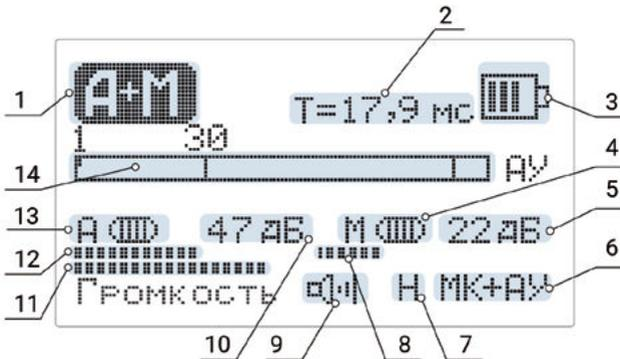

Рисунок 10 – Основной экран канала «А+М»
4.8.1 Основной экран канала «А+М» (Рис. 10).
4.8.1.1 Линейная шкала текущего уровня сигнала (поз. 14, Рис. 10) разделена по горизонтали на две половины. Верхняя половина – уровень акустического сигнала. Нижняя половина – уровень магнитного сигнала. Мгновенный уровень сигнала отображается заполнением шкалы и вертикальной линией, фиксирующей максимум, существующий до прихода следующего импульса, но не более 3 секунд. Графическое отображение уровня сигналов дублируется динамической индикацией числового значения уровня в течение примерно 0,2 секунды после достижения определенного уровня. Числовое значение дается в процентах от максимального допустимого сигнала.
4.8.1.3 Для корректной работы приемника в данном режиме необходимо установить такой уровень усиления в каналах «А» и «М», при котором происходит синхронная с импульсами ударного генератора индикация срабатывания пороговых устройств – заполнение овальных значков справа от знаков «А» и «М» (поз. 4 и поз. 13 Рис. 10). Это будет происходить при уровне сигналов порядка 90 % от максимума. Установленный уровень усиления должен поддерживаться неизменным на каждом шаге при продвижении по трассе поиска. Выполнение этого условия обеспечит достоверную оценку ключевого параметра режима «А+М» – задержки распространения акустического сигнала (поз. 2 Рис. 10).
- 4.8.2.4 Строка меню «Выход на ТЛФ». Выбранный канал («АУ», «МК» или «АУ+МК») подключается для прослушивания к телефонам. В основном экране символ выбранного канала отображается в правом нижнем углу (поз. 6, Рис. 10).